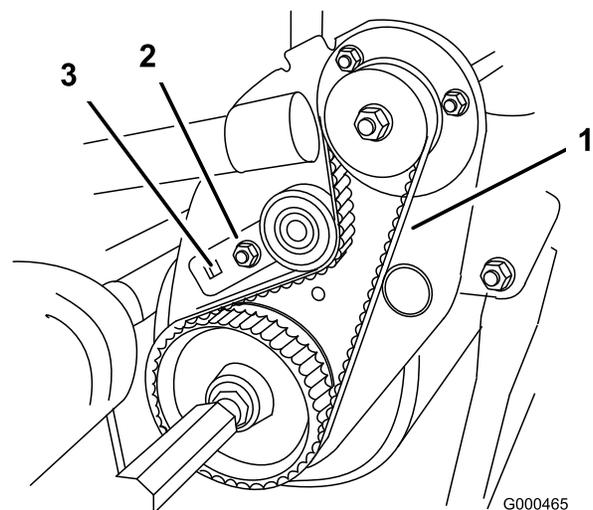

図 47
- B. 3/8インチのトルクレンチでアイドラ・ブラケットを $0.4 \sim 0.46$ kg.m のトルクで回転させてベルトを張る（図 47）。トルクレンチの設定が狂わないように注意しながら、ベアリング・ハウジング取り付けナットを締め付ける。（タング・ワッシャは、ベルトのスリップを防止するためのものである）。ベルトを強く張りすぎないように注意すること。